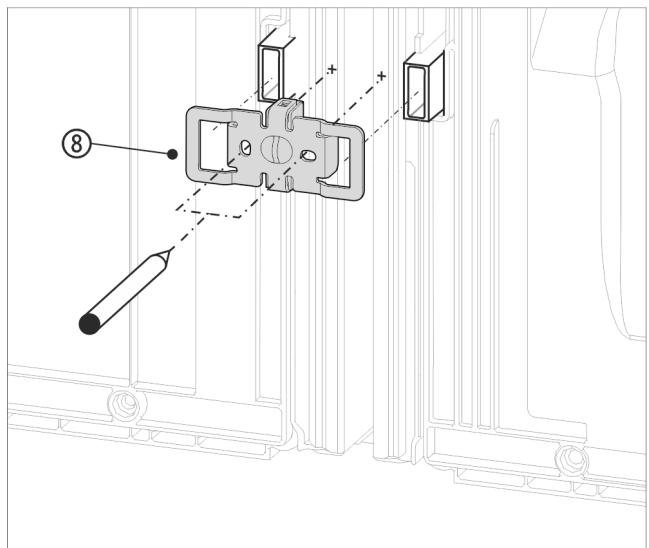

Fig. 14 Beispielhafte Darstellung
- Winkel Fig. 14 (8) mit den Aussparungen über die Aufnahme für die Wandabstandshalter schieben.